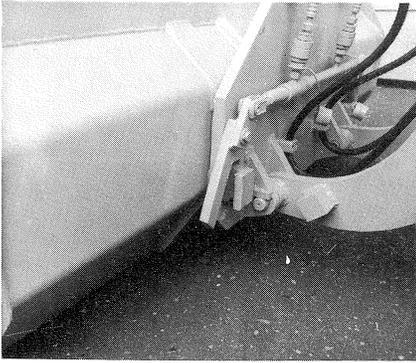

FIG. 26
- (2) A l'aide du support de changem. soulever le godet ou l'équipement complémentaire et en même temps incliner le support vers l'arrière, pour soulever le godet ou l'équip.c. encore un peu plus jusqu'à l'assemblage parfait fig. 26.